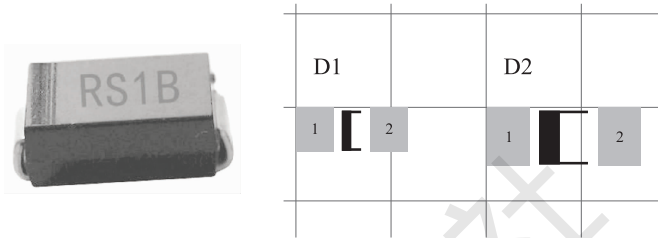

图 1-34 采用 INDC2012 -0805、INDC3216 -1206 封装安装指示图
(12) 如图 1-34 所示，将表面贴装二极管安装在表贴焊接线路板对应位置，对应封装名为 INDC2012 -0805、INDC3216 -1206，注意安装时焊盘间距选择。